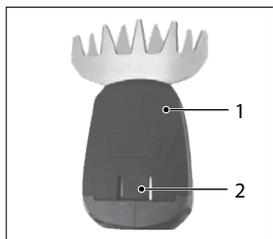

Рис. 2.
1. Снимите фиксирующую крышку 1 (рис. 2). Для этого нажмите кнопку 2 (рис. 2) и сдвиньте крышку вперед.